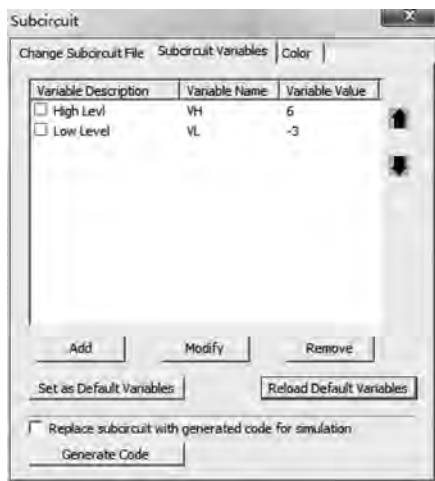
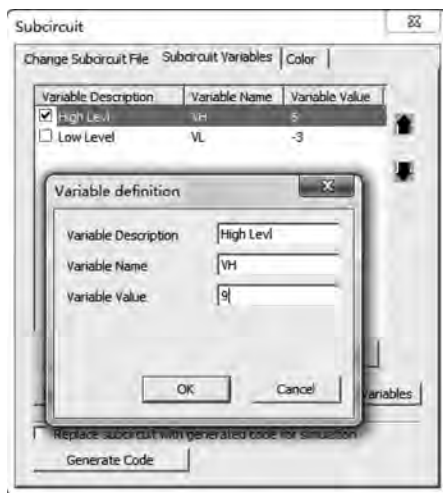

图 3-27 主电路中设置子电路变量窗口
图 3-28 修改变量默认值
- ◇ 在搭建好的功能仿真电路模型中单击选中子电路元件,随后选择“Subcircuit→EditSubcircuit”菜单项弹出设置窗口界面,切换到 Subcircuit Variables 页面,如图 3-27 所示,该界面显示了子电路元件可以设置的参数变量。
- ◇ 在图 3-27 中,单击需要修改的变量,再单击“Modify”按钮对该变量的值进行修改。或者双击需要修改的变量,在弹出变量修改窗口进行修改,如图 3-28 所示。